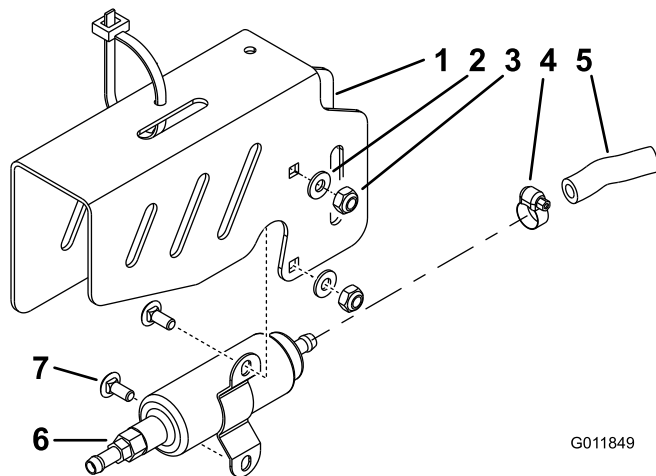

Figure 11
- Branchez un flexible de carburant court retiré précédemment sur la pompe à carburant au moyen d'un collier, puis serrez le collier (Figure 11).
12. Mettez la pompe à carburant en place et branchez le flexible de carburant court (7,6 cm [3"]) au raccord situé en bas du réservoir de carburant gauche au moyen d'un collier, puis serrez le collier. Vérifiez que la conduite de carburant n'est pas pliée lorsque tous les serrages sont terminés (Figure 11).
13. Montez la pompe à carburant sur le support de gauche avec 2 boulons de carrossier (1/4 x 5/8"), 2 écrous (1/4 pouce) et 2 rondelles (1/4 pouce) (Figure 11).